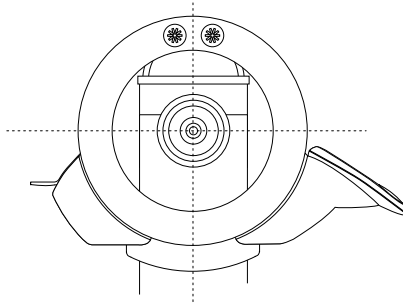

Fig 5.6 - Autopiloten måste monteras i centrum
7. Placera autopiloten till piedestalen genom att föra in de två tapparna in i monteringsattsens. Kontrollera att autopiloten är centrerad runt rattaxeln (Fig 5.6, s. 21).